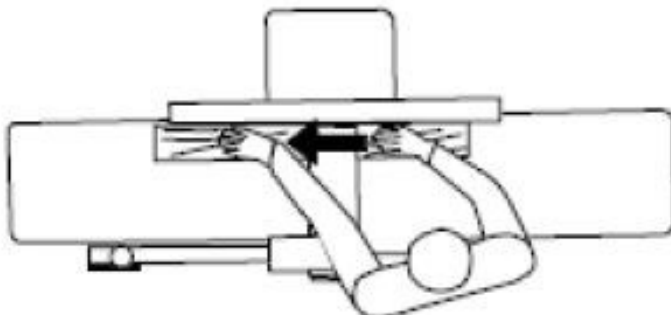

Abb.6-27: Richtige Arbeitsposition
- Nach dem Schnitt liegt die neue Oberfläche fest auf dem Auslauftisch auf. Die linke Hand wird auf die Auslaufseite verlagert (Abbildung 6-27) und drückt auf diesen Teil des Werkstücks, wobei sie gleichzeitig einen flachen Kontakt mit dem Anschlag beibehält.